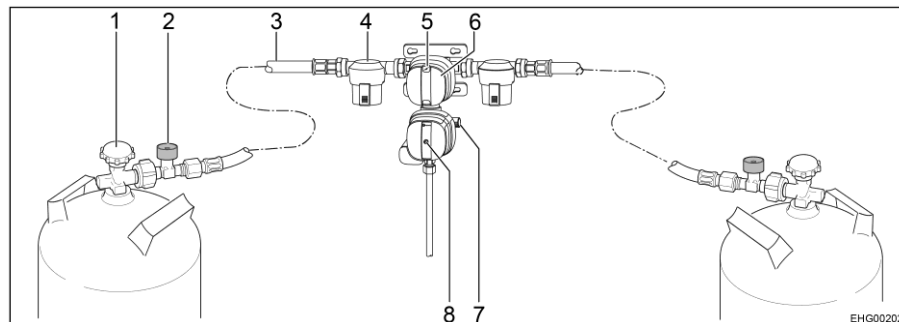

Bild 64 Säkerhetsgastryck-styrssystem DuoControl CS
DuoControl-styrssystemet består av en omkopplingsventil och en crashsensor. DuoControl-styrssystemet är monterat mellan högtrycksslangarna (Bild 64,3) med slangbrottssäkring (Bild 64,2). Med vredet (Bild 64,6) på omkopplingsventilen ställer du in vilken gasflaska som ska användas som driftflaska och vilken som ska användas som reservflaska.
I fönstret (Bild 64,5) visas gasförsörjningens status:
Crashsensorn stänger av gastillförseln vid kraftig vibration (t. ex. vid en krock). Den gula återställningsknappens (Bild 64,8) läge indikerar crashsensorns driftstatus:
- När den gula återställningsknappen (Bild 64,8) är intryckt är crashsensorn driftklar.
- När den gula återställningsknappen (Bild 64,8) sticker ut är crashsensorn **inte** driftklar. Idrifttagning, se nedan.
Slangbrottssäkringen (Bild 64,2) stänger av gasflödet om den anslutna slangen går sönder. Slangbrottssäkringen måste aktiveras genom att trycka på den gröna knappen.
- Med vredet (Bild 64,6) på omkopplingsventilen väljs gasflaskan, som ska prioriteras (driftflaska). Vrid alltid vredet till stoppläget.
- Öppna huvudavstängningsventilerna (Bild 64,1) på gasflaskorna.
- Tryck in slangbrottssäkringens gröna knapp (Bild 64,2) i cirka 5 sekunder. I fönstret (Bild 64,5) visas den gröna markeringen.
- Om crashsensorn har utlöst (den gula återställningsknappen (Bild 64,8) sticker ut):
Tryck in den gula återställningsknappen (Bild 64,8) hårt, vrid lätt medurs och håll den intryckt i 5 sekunder. Säkerställ att återställningsknappen stannar klar i det intryckta läget ("driftklar").
- Stäng huvudavstängningsventilerna (Bild 64,1) på gasflaskorna.
Om den gröna kontrolllampan (Bild 65,6) slocknar under drift och den röda kontrolllampan (Bild 65,5) tänds är driftflaskan tom och måste bytas ut. I fönstret (Bild 64,5) för gasflaskan visas den röda markeringen. Gasförbrukarna försörjs med gas från reservflaskan.
- Vrid vredet (Bild 64,6) till stoppläget i riktning mot den aktuella gasflaskan. Då blir denna gasflaska driftflaska och den tomma flaskan blir reservflaska. Markeringen i fönstret (Bild 64,5) växlar från rött till grönt.
- Stäng huvudavstängningsventilen (Bild 64,1) på den tomma gasflaskan. Beakta pilriktningen.
- Tryck på den gröna knappen på slangbrottsäkringen (Bild 64,2).